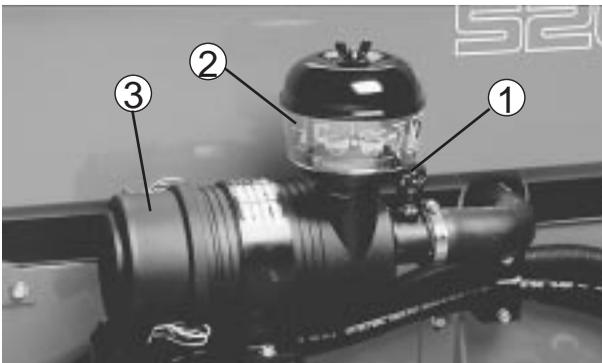

図 32
ベアリングとブッシュのグリスアップ(図32～40)
2. 通常の運転条件では400運転時間ごと、またはインジケータ(図32)の色が赤に変わったらフィルターの整備を行ってください。運転条件の悪いところでは整備間隔を短くしてください。但し、整備のやりすぎは機械のためによくありません。
プレクリーナの手入れ(図32)